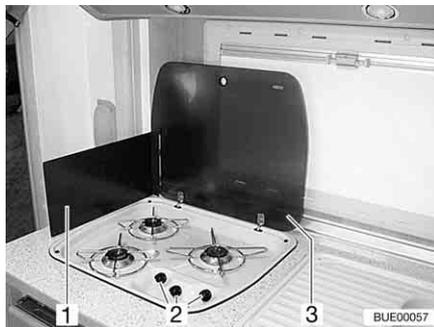

Fig. 199 Réchaud à gaz
- Ouvrir le couvercle du réchaud à gaz (Fig. 199,3).
- Selon le modèle, relever l'écran pare-flammes (Fig. 199,1) ou le mettre en place.
- Tourner le bouton tournant (Fig. 199,2) du brûleur désiré en position d'allumage (grande flamme).